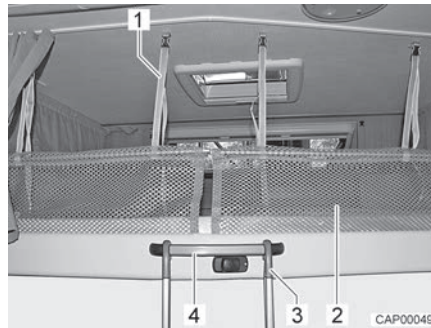

Fig. 76 Scaletta di accesso e rete protettiva
- Appendere la scaletta di accesso (Fig. 76,3) tramite entrambe le staffe della maniglia (Fig. 76,4) al letto basculante.
Le reti protettive (Fig. 76,2) con le cinghie di arresto sono sistemate sotto il materasso. Fissare le reti protettive soltanto dopo che le persone si sono stese sul letto basculante.
- Fare innestare le cinghie di arresto (Fig. 76,1) nei supporti sul soffitto.